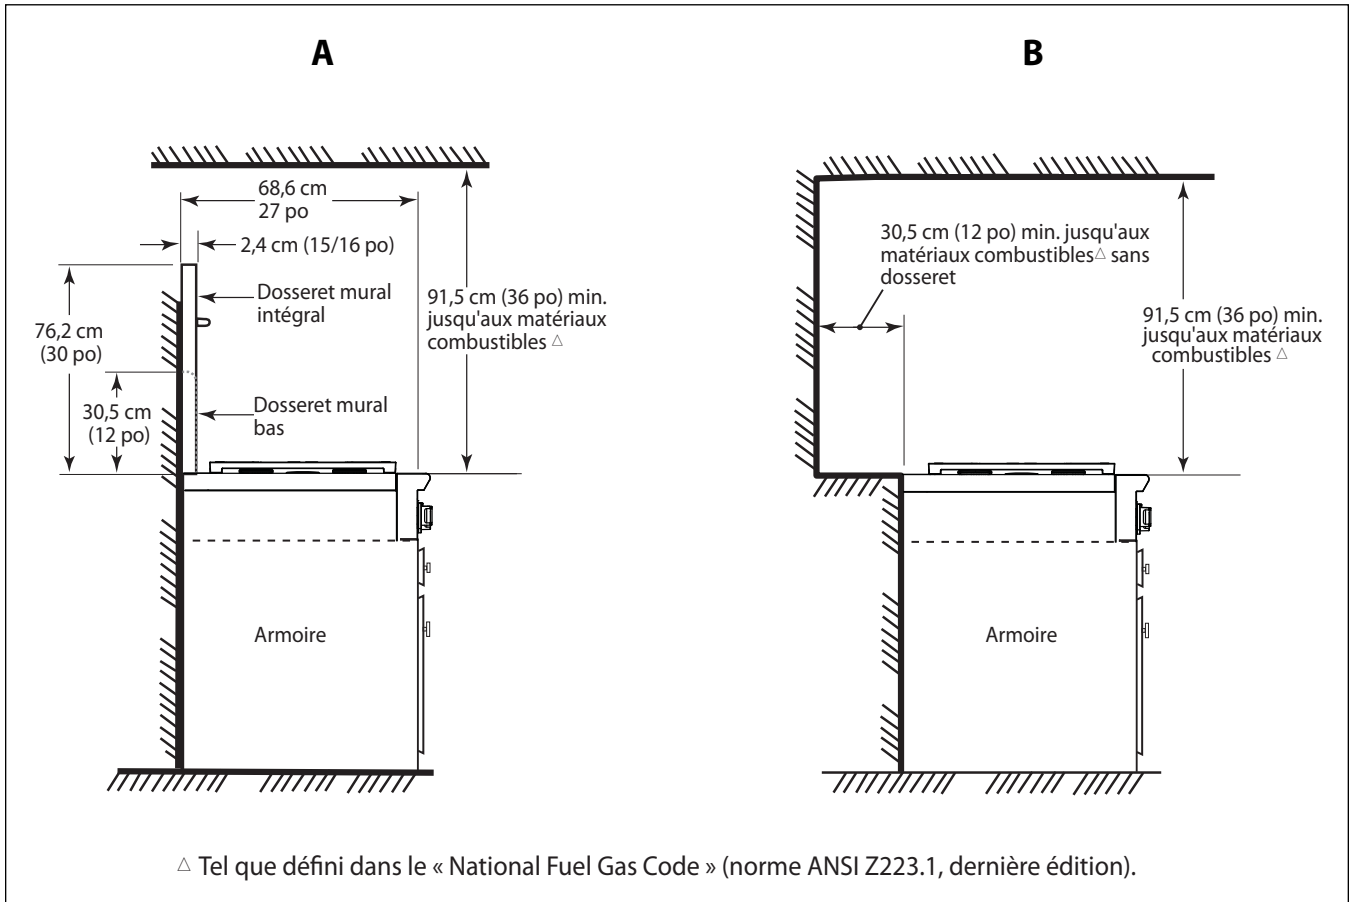

Fig. 6
2. Les dégagements indiqués à la fig. 6, sont obligatoires pour tous les types de dosserets.
Placez le dossier tel qu'indiqué à la fig. 7. Fixez-le au mur, derrière la table de cuisson. Chaque dossieret (intégral ou bas) est fourni avec ses instructions d'installation. Voir aussi, section de « Planification de l'installation ». Le dossieret doit être installé lorsque le dégagement entre les matériaux combustibles et l'arrière de la table de cuisson (au-dessus de la surface de cuisson) est inférieur à 30,5 cm (12 po). Voir fig. 6.